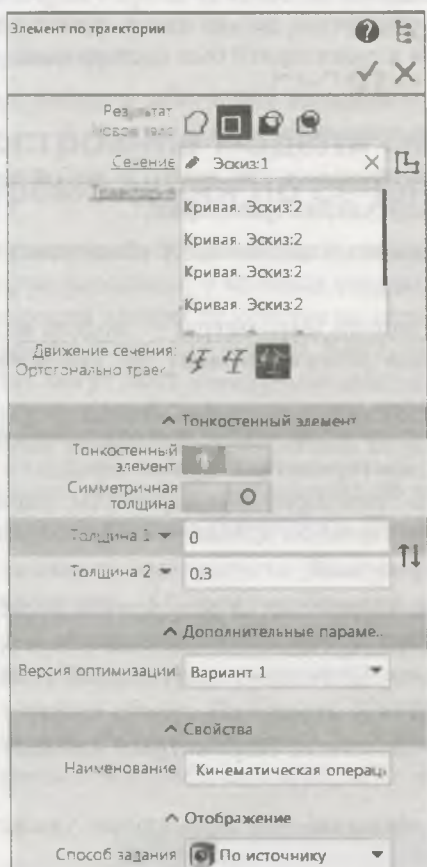

Рис. 19.21. Панель Параметры: Элемент по траектории
- ◆ на панели инструментов **Элементы тела** нажмите кнопку **Элемент выдавливания** и из выпадающего меню вызовите команду  — **Элемент по сечениям**. На панели **Параметры: Элемент по траектории** (рис. 19.21) обратите внимание на такие группы:
- ◆ щелкните ЛК по кнопке **Создать объект** на панели **Параметры** — модель воздуховода построена. В **Дереве** модели появился объект **Элемент по траектории** (см. рис. 19.21).